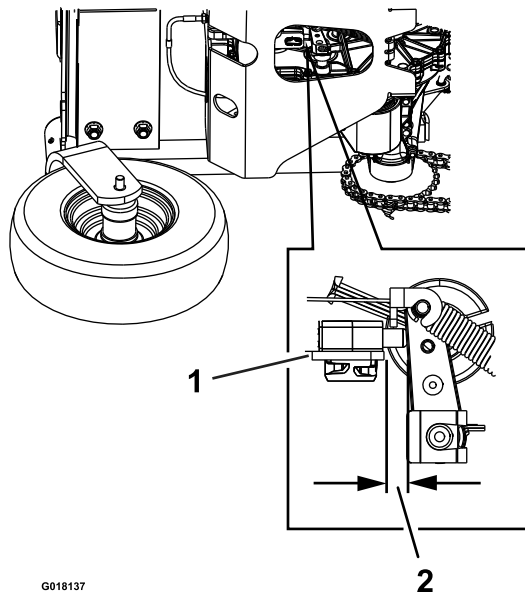

Figure 19
5. Vérifiez la distance entre le support du contacteur du frein de stationnement et le bras du frein hydraulique. La distance doit être égale à environ 3,2 mm (1/8 po). Voir Figure 19.